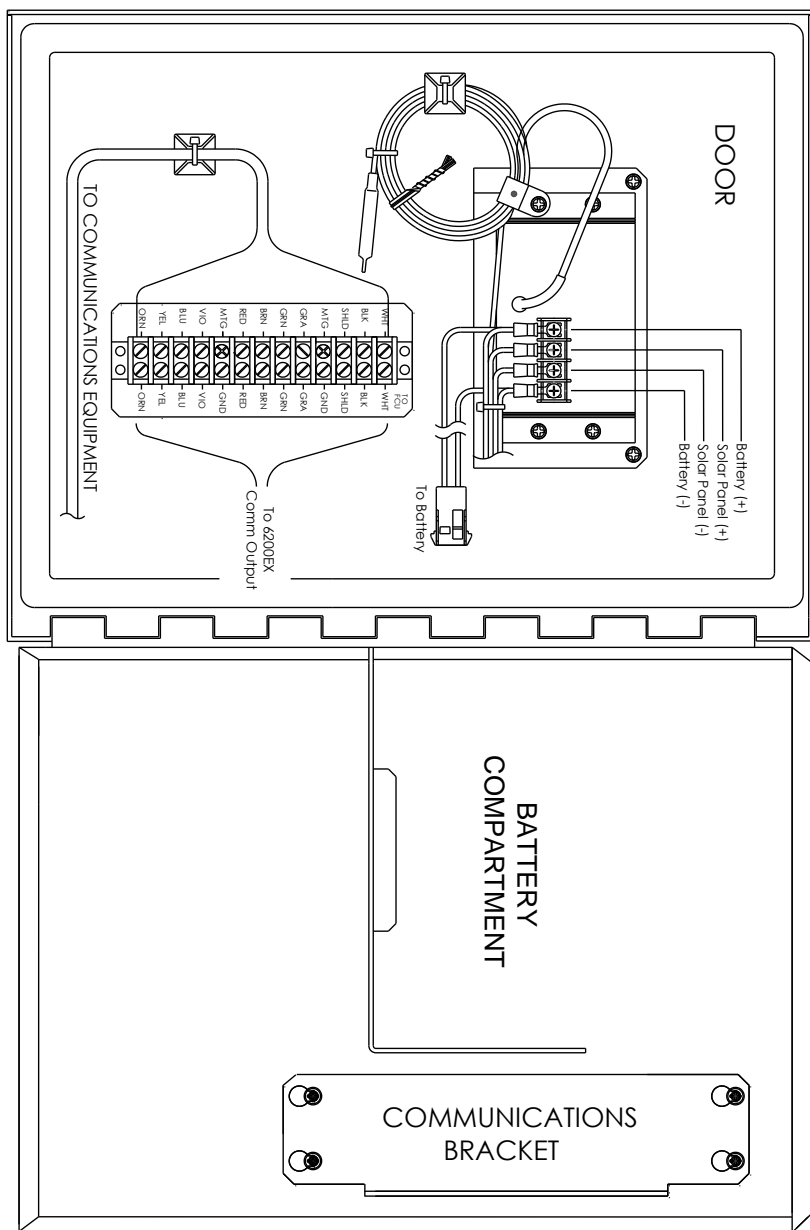

Fig. 9: A UEO girou 90 graus para o alargamento
3. Monte a bateria totalmente carregada dentro do gabinete opcional ou do equipamento fornecido pelo cliente, se necessário (Fig. 9). Não realize a conexão.